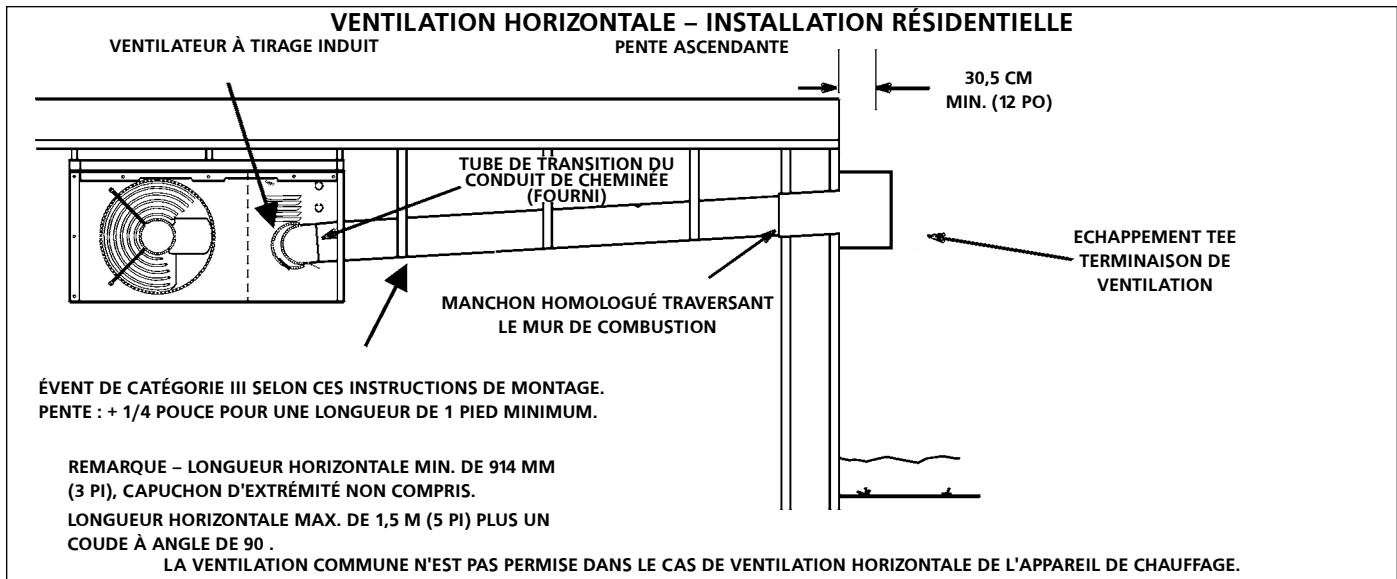

FIGURE 6
1. Pour les installations résidentielles horizontales, ces appareils sont certifiés comme appareils de catégorie III. **Ventilation A - Recommandations et exigences générales** et **C - Ventilation horizontale générale** et **E - Ventilation horizontale - Résidentielle**. Reportez-vous à la **figure 6**.